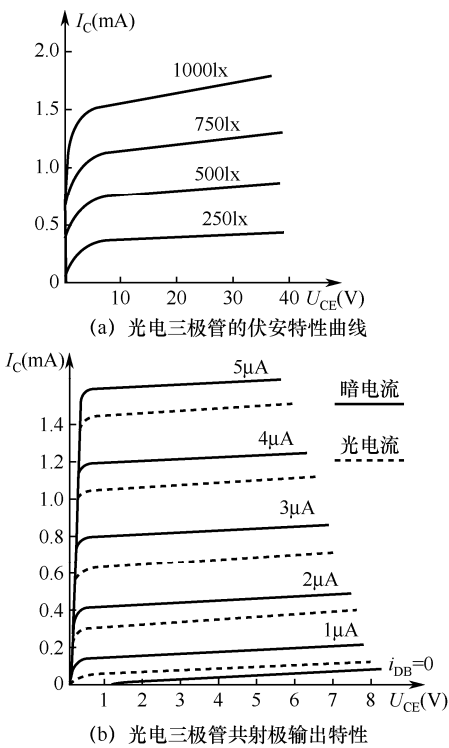

图 6-25 光电三极管的伏安特性曲线
- (1) 无偏压。光电三极管在偏置电压为零（即无偏压）时，无论光照强度有多大，集电极电流都是零。
- (2) 加偏置电压。当光电三极管的发射结处于正向偏置、集电结处于反向偏置时，随着外加偏置电压的增高，伏安特性曲线趋于平坦，但向上偏斜，彼此间距增大，如图 6-25 (a) 所示。这是因为光电三极管除具有光电灵敏度外，还具有电流增益 β （即放大系数），并且 β 值随光电流的增大而增大。
- (3) 入射光的照度越强，光电流越大。
- (4) 光电三极管的共射极输出特性曲线如图 6-25 (b) 所示。图中，实线表示暗电流，虚线表示光电流。